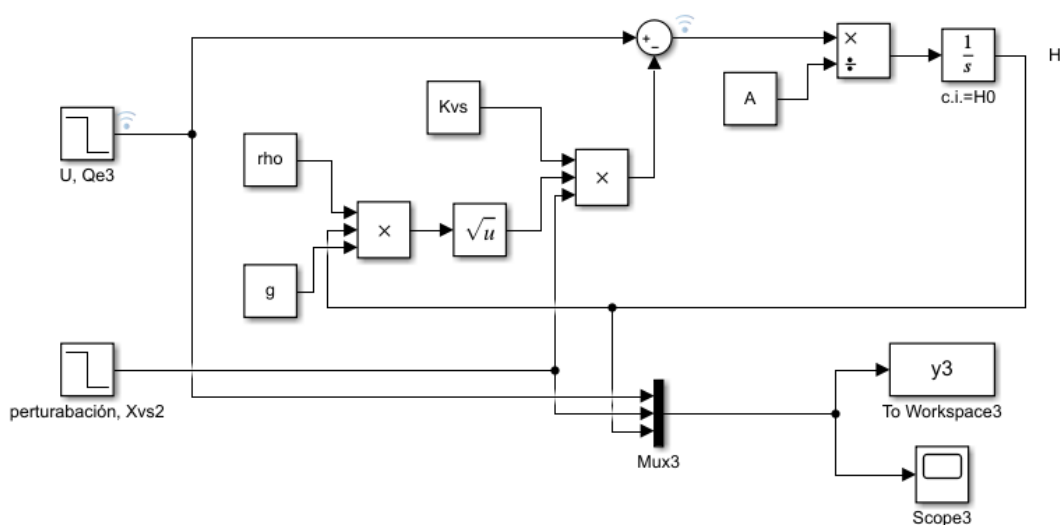

Figura 2: Diagrama de bloques del sistema real
- (5 puntos) Implemente el sistema real en Simulink utilizando la ecuación del modelo dinámico del proceso tal como se observa en la Figura 2. Presente una figura del diagrama de bloques de Simulink en su solución y adjunte el archivo .slx.